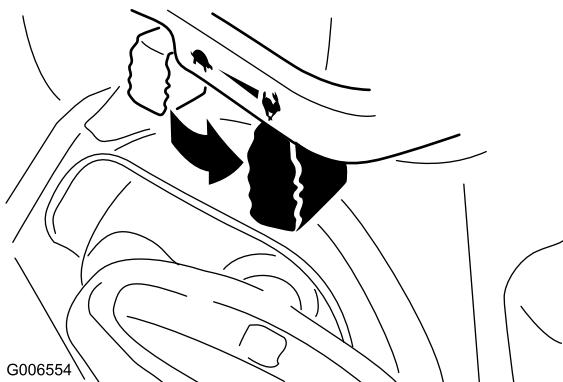

**Figure 22**
5. Tournez la commande de starter à la position Starter sélectionné (Figure 22).